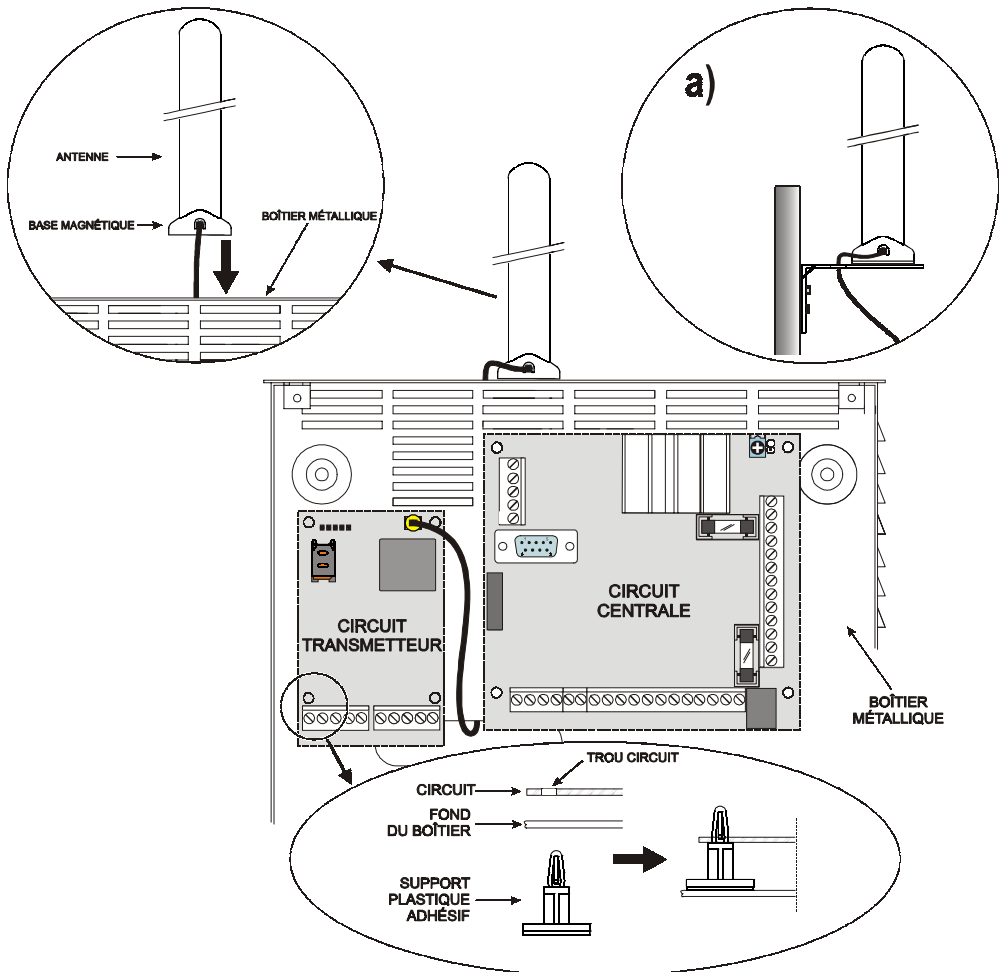

Fig. 2 - Montage carte à l'intérieur de la centrale
3. Positionner les 4 supports plastiques adhésifs [14] sur le fond du boîtier métallique, puis insérer dans les trous [7] présents sur le Circuit Électronique, les supports adhésifs, tel qu'illustré sur la Figure 2.
- 4a. Positionner l'antenne avec le câble de 25 cm ou l'antenne avec le câble de 2 m [1] sur le boîtier métallique (Fig.2) de sorte que la base magnétique [2] adhère à la surface. Passer le cordon de l'antenne dans une ouverture pour le passage des câbles. Pour la version **BGSM-100KEA**, vous pouvez utiliser l'étrier métallique [13], voir Fig.2a. Fixer l'étrier métallique [13] en utilisant les trous [12] sur un support adéquat. Positionner l'antenne avec le câble de 25 cm ou l'antenne avec le câble de 2 mètres [1] sur l'étrier métallique [13] (Fig.2a), de sorte que la base magnétique [2] adhère à la surface. Passer le cordon de l'antenne par le trou [11] de l'étrier métallique [13].